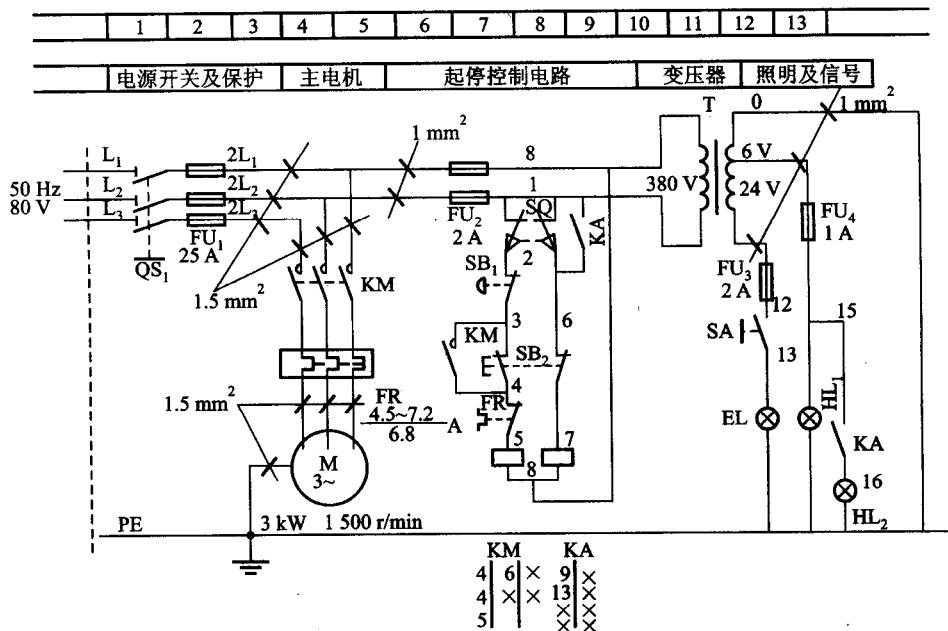
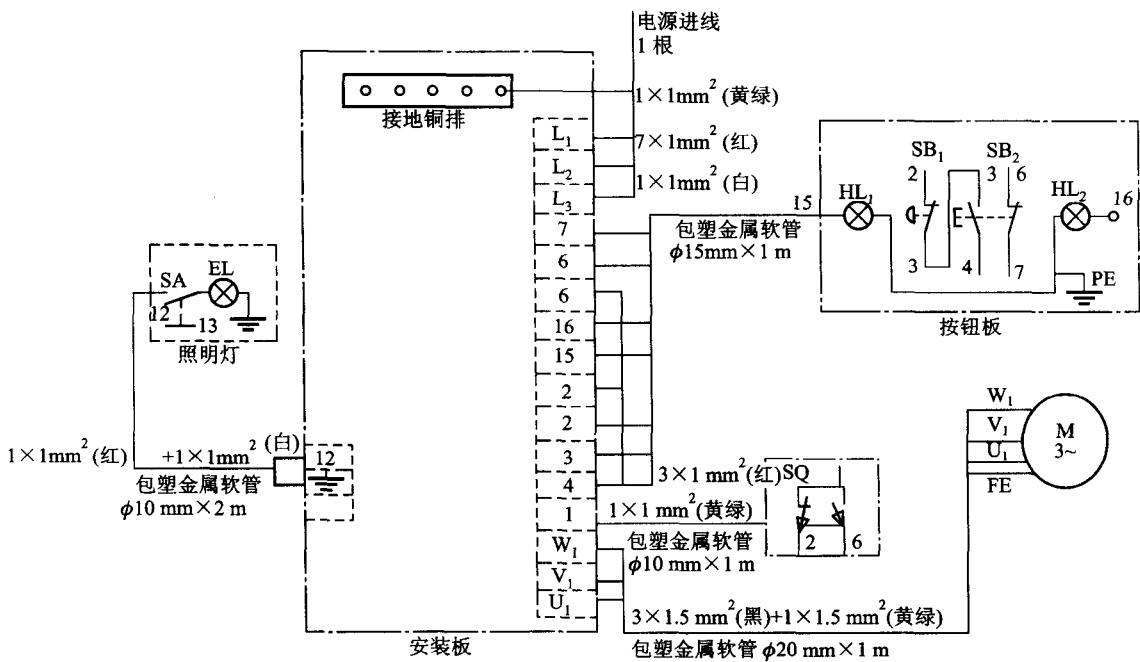
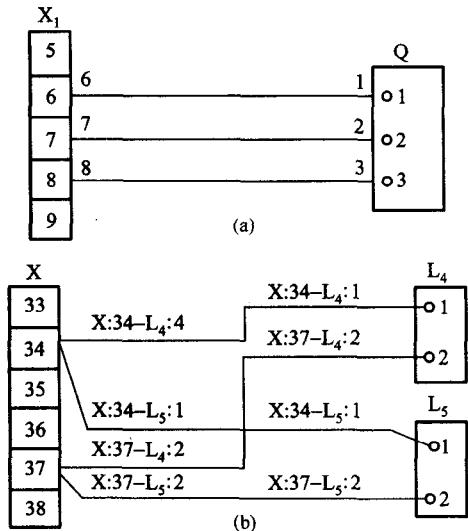

图 1.1 电气原理图
图 1.2 安装接线图
图 1.3 安装接线图中导线标记法
① 除特别简单的电路图外,凡有电气控制功能的电路,其电气原理图均分为主电路和辅助电路两大部分。主电路又称为一次电路,是指电源向负载直接提供电能的电路,以图 1.1 为例,由隔离开关 QS_1 、熔断器 FU_1 、接触器主触点 KM 、热继电器 FR 和电动机 M 所组成的电路。所谓辅助电路又称为二次电路,它是除主电路之外,对主电路进行控制、保护、监视、测量并显示信号等的辅助电路。一般包含接触器辅助触点、线圈、继电器线圈和全部触点、控制开关、仪表及指示灯等,如图 1.1 所示,“6”图区右边的全部电路即为二次电路。
② 各电气元器件在原理图中的位置应根据便于阅读和分析的原则安排,同一元器件的各部件不一定画在一起,如在图 1.1 中接触器主触点 KM 画在主电路中,线圈和辅助触点画在二次电路中,但同一元件的不同部分均用相同的文字符号表示。
③ 所有装置的触点都是按不通电、不受外力作用的断、合状态画出。如带电磁线圈的装置应画线圈未通电时触点系统的断、合状态，手动或电动控制装置应画手动或电动前的零位状态。
④ 无论是主电路还是辅助电路，各电气元件的动作顺序通常按从左到右、从上到下的规律排列，既可水平布置也可竖直布置，其目的是为阅读和分析提供方便。
⑤ 主电路因负荷大用粗实线画出，辅助电路因负荷小用细实线画出。凡有直接电连接的交叉导线连接点，用圆点标注在连接点上。未画圆点的导线交叉点，则无直接电连接关系。两条 T 形相交的线一定是连接的，我国国标规定可以不画黑圆点。
⑥ 电源可用线条加符号“+”、“-”或 L₁、L₂、L₃ 及 N 等表示。前者表示直流电源，后者表示交流电源。
⑦ 原理图常常是分图区。在稍复杂的电气原理图中，为了快速检索电路、阅读方便，在原理图的上方（或下方）用数字标明图区编号。在图区编号的下方（或上方）用汉字注明该图区的元器件功能，以便于分析和理解全电路的工作原理。如图 1.1 所示，图区 12、13 下面标明：照明及信号，其意思是说这部分元器件将为机床的工作提供照明和发出工作状态的相应信号。
⑧ 用触点系统位置表示法来标明触点位置。在图 1.1 中，接触器线圈 KM 和继电器线圈 KA 下方有：
⑨ 用技术参数标注法注明元件型号和参数。在电气原理图中，元器件型号和有关技术参数有时可在电器代号的相应位置用小号字体注明，以便识读和使用。在图 1.1 中注明了导线横截面 1mm²、1.5mm²，热继电器电流动作范围和整定值 $(\frac{4.5 \sim 7.2}{6.8}) A$ 及电动机功率为 3kW，转速为 1500r/min 等参数。
安装接线图是进行电气安装与检修的图纸，是电气原理图的具体体现。绘图时要考虑项目（元器件）代号、端子号以及导线类型、截面积、屏蔽要求以及其它材料规格、应用数据等，还要从图中显示出电气设备和元器件的空间位置，但不标明电气系统动作原理和电气元件之间的控制关系。元器件、部件、单元、组件和成套设备都采用简化外形（如正方形、矩形、圆形等），必要时也可用图形符号表示。符号旁注明项目代号并与原理图标注一致。图 1.2 为图 1.1 的安装接线图。
图中的导线,可用连续线或中断线表示,对于导线组和电缆等可用一根粗实线表示若干根导线。为了便于连接和检查,图中的导线一般应加上标记,其标记应符合 GB884-85《绝缘导线标记》规定,如图 1.2 所示。
根据图 1.2 所示电路安装接线图,即可对这一机床电路进行安装和维修。该图中标明了电源进线、按钮板、行程开关、电动机、照明灯与机床电气安装板之间的连接关系。同时标明了所用包塑金属软管的直径和长度、导线根数、横截面及颜色,便于安装前备料。对安装板外的某些元件,如按钮、行程开关的接线桩没有与端子排直接连通,但标明了它们与端子排之间对应的接线编号,施工时只需用图上指定规格的线材将元件接线桩与端子排相同编号接线桩连通即可。图 1.3 标明了这种关系。